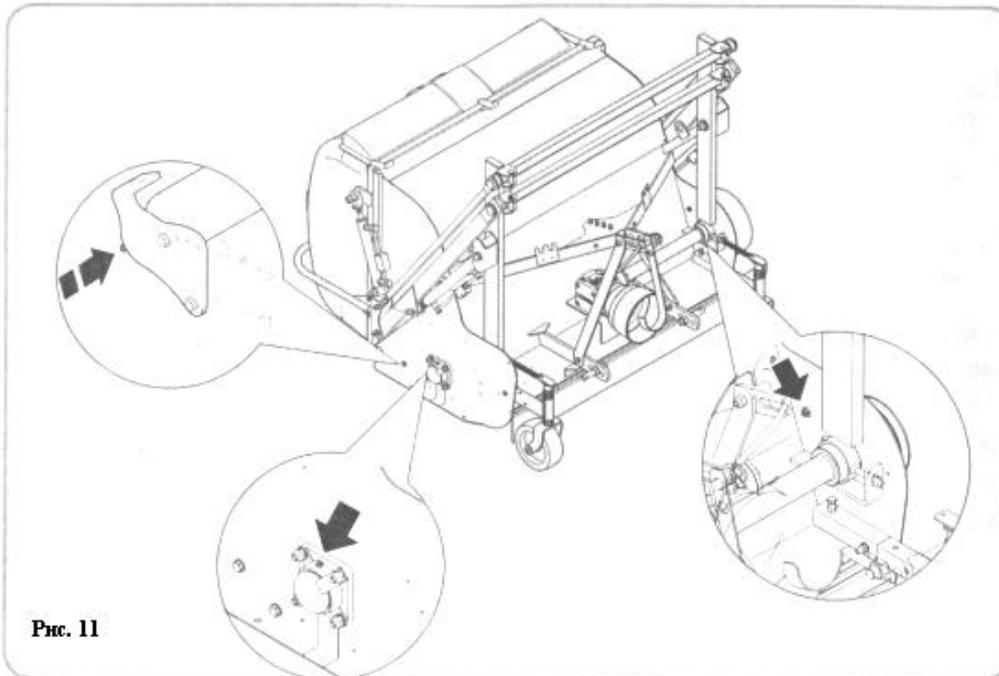

Рис. 11
- Смажьте опоры ротора и колеса (см. рис. 11).